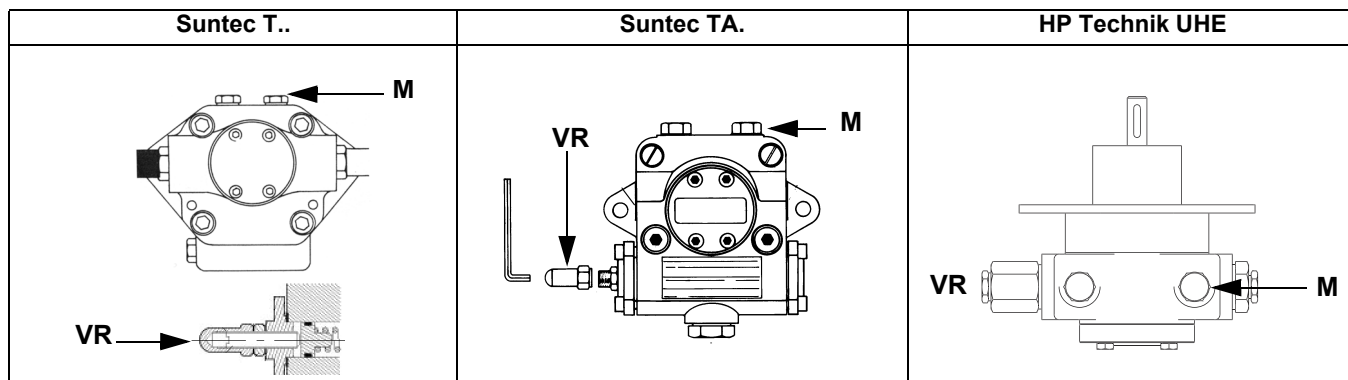

Рис. 10
- 3 выпустить воздух со штуцера (**M**) манометра насоса (Рис. 10), расслабив слегка заглушку, но не снимая ее; затем отпустить контактор;